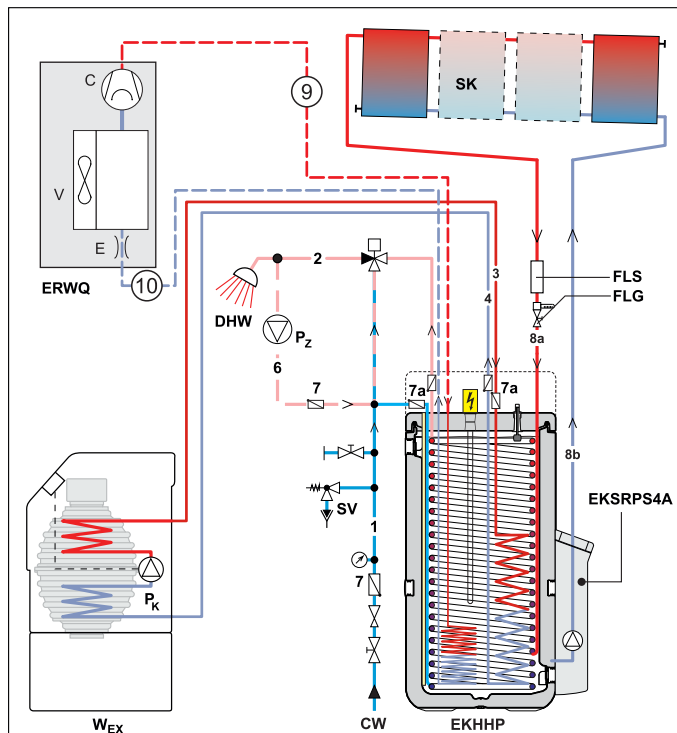

Bild 4-5 Hydraulisk anslutning - teckenförklaring se Tab. 4-2 (exempel EKHP500AA2V3 med $p=0$ solar- och valfri extern värmegenerator)
- Skapa hydrauliska anslutningar på DAIKIN EKHHP (se Bild 4-5).
Tab. 4-2 Förklaring till Bild 4-5
- Genomför hydraulisk systemanslutning motsvarande Bild 4-5.